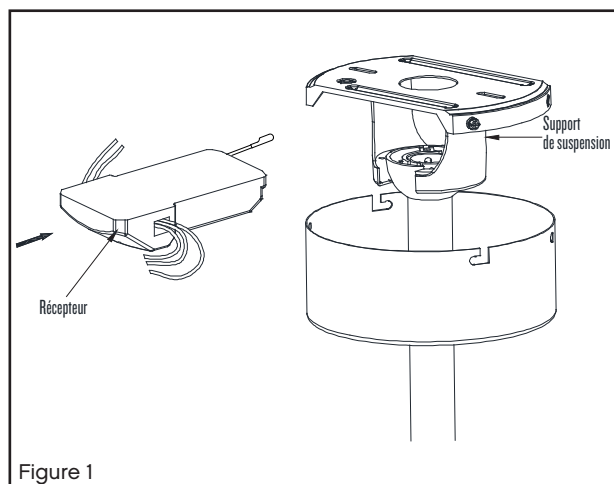

Figure 1
- 1 Retirez la boule de suspension de la tige de suspension en desserrant la vis de pression située sur le côté de la boule de suspension. Faites glisser la boule de suspension vers le bas et retirez la contre-goupille de la boule. (Fig. 1)
- 1 Insérez le récepteur dans le support de suspension au plafond, le côté plat du récepteur faisant face au plafond. (Fig. 1)
- 1 Choisissez l'endroit où vous souhaitez installer l'appareil. Marquez la position des trous de montage au moyen de la plaque murale. Vous aurez besoin d'ancrages muraux en plastique ou des vis de montage pour cette application. (Fig. 1)
Retirez le panneau de l'émetteur, puis installez une pile 2032 (incluse). Vous devez utiliser une pièce de monnaie pour ouvrir ou fermer le couvercle de la batterie. Pour éviter d'endommager l'émetteur, retirez la batterie si vous ne l'utilisez pas pendant de longues périodes (Fig. 1)